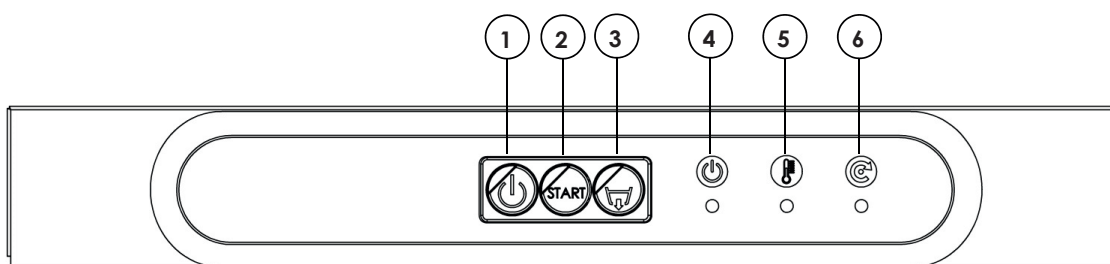

Fig. 14b
3. deje que el lavavajillas se descargue por completo, si el lavavajillas tiene una bomba de descarga, actívela presionando el PULSADOR BOMBA DE DESCARGA (3 fig.14b, 14c)